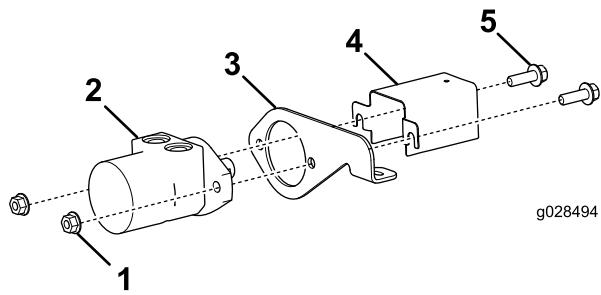

Рисунок 1
2. Установите ограждение вала и кронштейн гидромотора на гидромотор с помощью двух болтов с фланцевыми головками (1/2 x 1-1/2 дюйма) и двух фланцевых гаек (1/2 дюйма), как показано на Рисунок 1.